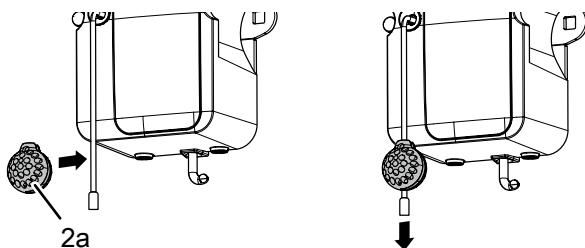

Fig. 10: Anular la protección antirrobo
Sujete el cable en espiral (25) verticalmente como se muestra en la fig. 10. El estiramiento máximo del cable conducido horizontalmente no debe ser superior al triple de su longitud original. Colocar la abrazadera de cable (22) en el punto del codo. Mantenga la abrazadera de cable (22) contra la pared y haga la marca. Perfore el agujero, coloque el tajo (20) y atornille la abrazadera de cable (22) con el tornillo (12).